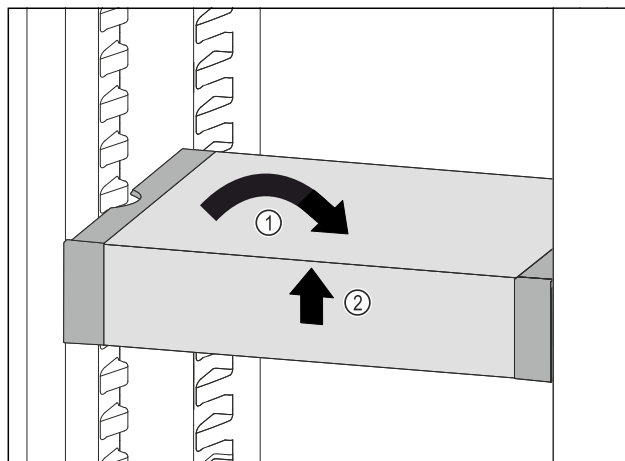

Fig. 113
- ▶ Poziționați drept VarioSafe. Fig. 113 (1)
- ▶ Ridicați în față VarioSafe. Fig. 113 (2)